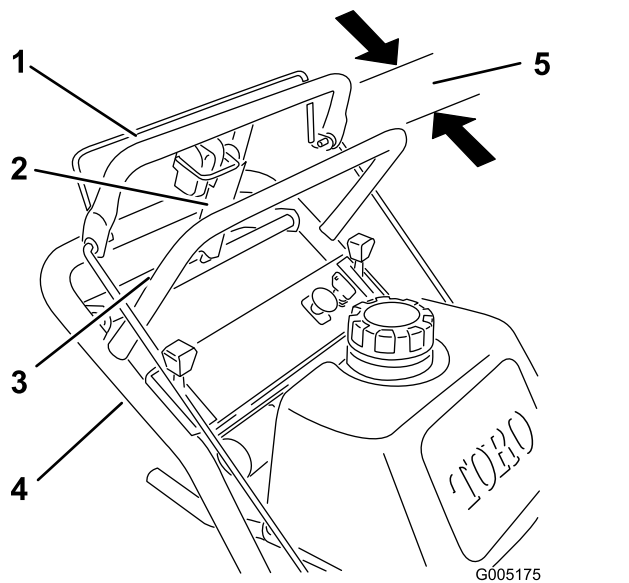

Рисунок 34
1. Проверьте зазор между верхней штангой управления и неподвижной штангой при полностью включенном приводе колес. Убедитесь, что воздушный зазор составляет приблизительно 25–32 мм (Рисунок 34).